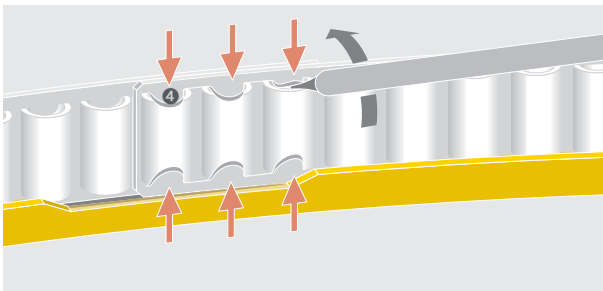

Abbildung 7.1.7
7. Im Überlappungsbereich die Laschen (4) des Rollenbandes mit einem kleinen Schraubendreher in die innen liegenden Rollen hebeln (Abb. 7.1.7).